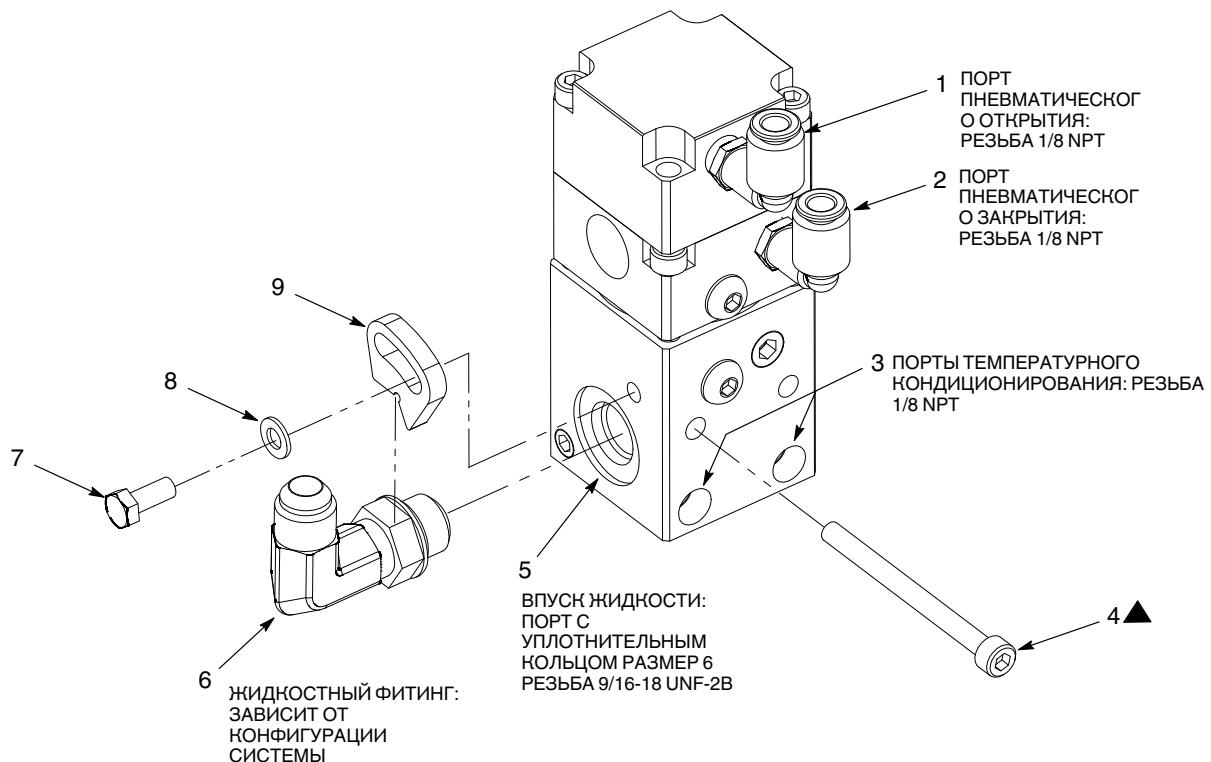

Рис. 5 Типовой монтаж автономного клапана (показан автономный дозирующий клапан XD)
1. См. рис. 5. Вставить установочные штифты (10) в дозирующий клапан.
2. Смонтировать дозирующий клапан на соответствующем держателе, используя винты (4). Затянуть винты моментом 6,7 Н•м (60 дюйм-фунтов).
- a. Вывернуть винт (7), снять шайбу (8) и поворотный фиксатор (9) с дозирующего клапана.
- b. Поставить соответствующий жидкостный фитинг (6) во впускной порт для жидкости (5) и надежно затянуть.
- c. Смонтировать поворотный фиксатор (9) на жидкостном фитинге (6), используя шайбу (8) и винт (7). Надежно затянуть винт.